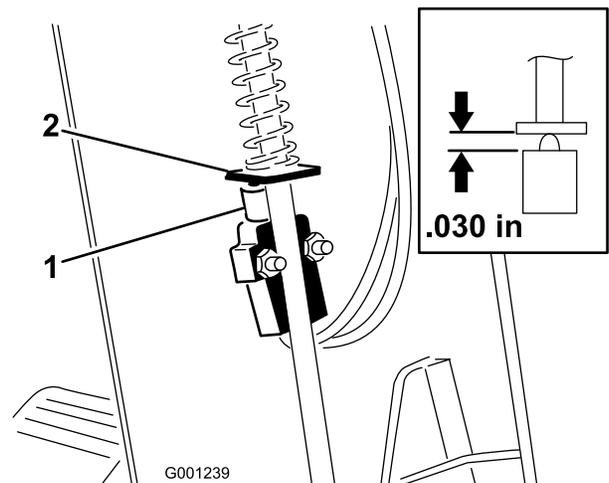

Figura 76
3. Faça deslizar a cobertura para cima, ao longo da coluna de direção, de modo a expor o interruptor do travão de mão (Figura 76).
5. Alinhe a aleta da barra do travão de mão com o êmbolo do interruptor (Figura 76).
6. Pressione a barra do travão de mão para baixo e empurre para cima o interruptor até que o comprimento da mola em compressão do êmbolo do interruptor seja de 0,76 mm (Figura 76, em destaque).